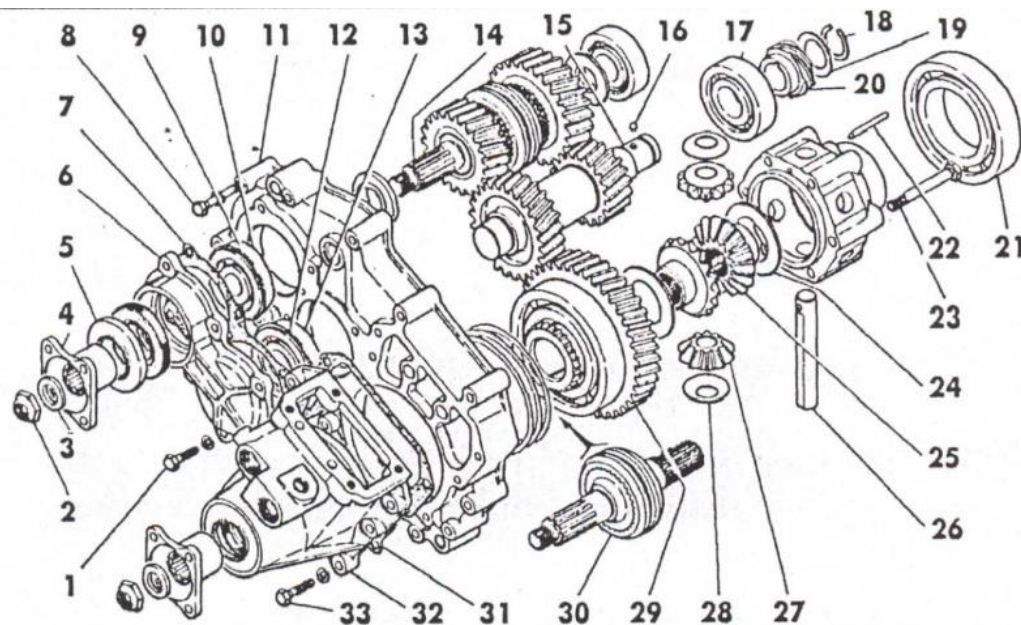

Рис.6.7 Детали переднего картера раздаточной коробки:
- раскёрнить и отвернуть гайки 2 (рис. 6.7) фланцев, снять шайбы 3 и фланцы 4;